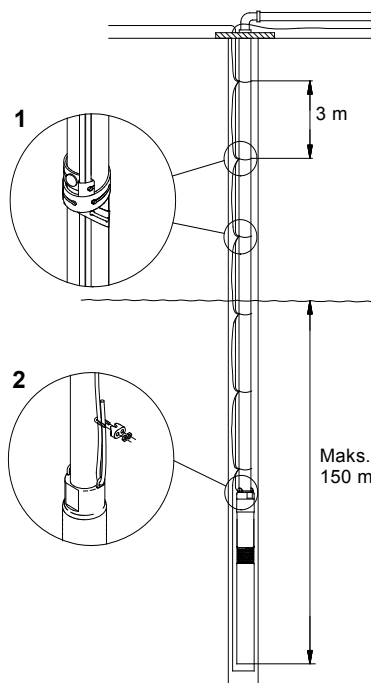

Fig. 11
Fig. 11 viser en pumpeinstallation med angivelse af:
Kabelbindere skal bruges for hver ca. 3 m. Se fig. 11.
150 m, se fig. 11.
Det anbefales at sikre pumpen med en aflastet sikringswire. Se fig. 11, pos. 2.